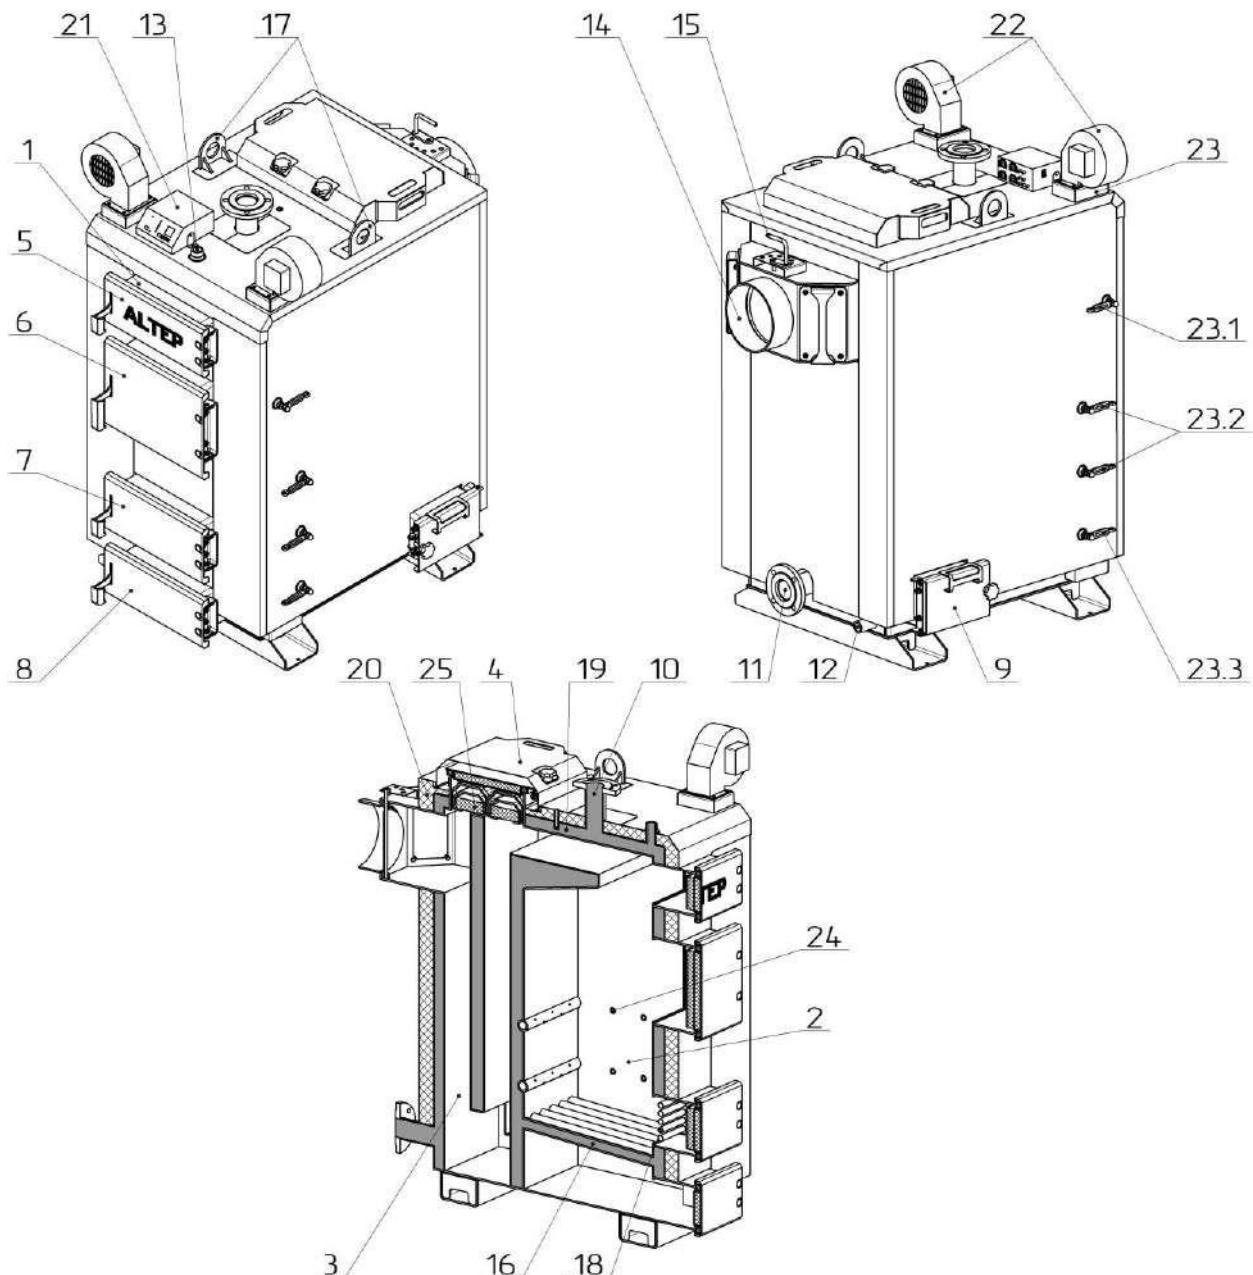

Рисунок 2 - Внешний вид и основные элементы котла 80-97 кВт
Конструктивно котел представляет собой сборно-сварную конструкцию, состоящую из корпуса (поз. 1, рис. 2) с камерой сгорания (топкой) (поз. 2, рис. 2). Конвекционная часть котла состоит из комбинированного трехходового теплообменника (поз. 3, рис. 2) - горизонтальной (верхней) полки и двух вертикальных колодцев.
Корпус котла выполнен в форме параллелепипеда с двойными стенками, которые разделены водными перегородками (поз. 19, рис. 2). На наружной поверхности корпуса под декоративной обшивкой закреплена тепловая изоляция (поз. 20, рис. 2).
Топливо для процесса сжигания загружается на колосниковую решетку (поз. 16, рис. 2) через загрузочные дверцы (поз. 6, рис. 2). Колосниковая решетка выполнены из толстостенных бесшовных труб, по которым постоянно циркулирует вода из водяной оболочки котла, что делает невозможным их прогорания. Сгорания топлива в топке происходит с участием воздуха, поставляемого по двум каналам подачи воздуха (правом и левом) (поз. 23, рис. 2) приточный вентилятор (поз. 22, рис. 2). Количество воздуха, необходимого для процесса сгорания, регулируется автоматически блоком автоматики управления (поз. 21, рис. 2).
Высокотемпературные продукты сгорания, проходя по теплообменнику, передают тепло путем конвекции теплоносителя (воде), которая циркулирует по водной оболочке котла. Подвод и отвод теплоносителя осуществляется соответственно через патрубки обратной сетевой воды (поз. 11, рис. 2) и прямой сетевой воды (поз. 10, рис. 2).
Топочные газы выходят в дымоход через боров (поз. 14, рис. 2), расположенный в задней части котла. Боров обустроен встроенным дроссельным клапаном продуктов сгорания - шибером (поз. 15, рис. 2). В случае слишком высокой тяги в дымоходе шибер позволяет ее снизить путем частичного перекрытия выходного отверстия борова.
Зола, образующаяся в процессе сгорания топлива, ссыпается в нижнюю часть корпуса котла, в которой расположена выдвижная полка для золы - зольник (поз. 17, рис. 2). Топка котла позволяет сжигать такое количество топлива, которое необходимо для поддержания температуры, заданной пользователем на пульте блока автоматики управления. Контролер проводит постоянные измерения температуры воды в кotle и на основе этих данных управляет работой вентиляторов. Предусмотрено подключение к контроллеру циркуляционного насоса системы отопления. Подробное описание конструкции и работы контроллера приведены в разделе 8.
В верхней части корпуса котла расположен штуцер для установки предохранительного клапана или группы безопасности котла (поз. 13, рис. 2).
На боковой стенке корпуса в нижней ее части размещены штуцер для слива воды из котла (поз. 12, рис. 2).
Для проведения погрузочно-разгрузочных работ с котлом, в верхней части предусмотрены такелажные элементы (поз. 17, рис. 2).
Рисунок 2в – Внешний вид и основные элементы котла 500 кВт
- на передней стенке котла (поз. 5, рис. 2);
- в верхней части котла (поз. 4, рис. 2);
- на боковой стенке (поз. 9, рис. 2).
- ревизионные дверцы (поз. 7, рис. 2) для периодической чистки колосниковой решетки;
- дверцы зольника (поз. 8, рис. 2) для возможности удаления от золы нижней части корпуса котла - зольника..